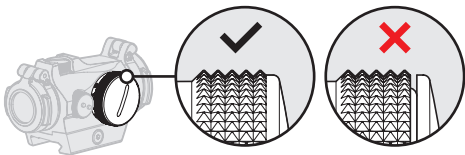

Fig. 6 Batterihuset med batterilock
Rengör kontaktytorna i batterihuset och kontrollera att batteriet är fungerande och korrekt installerat enligt 2.1.1. Verifiera att det **inte** finns något glapp mellan Batterilock (6) och batterihus. Se Fig. 6. Om Vridomkopplaren (8) är defekt, kontakta vapenhandlaren eller leverantören.